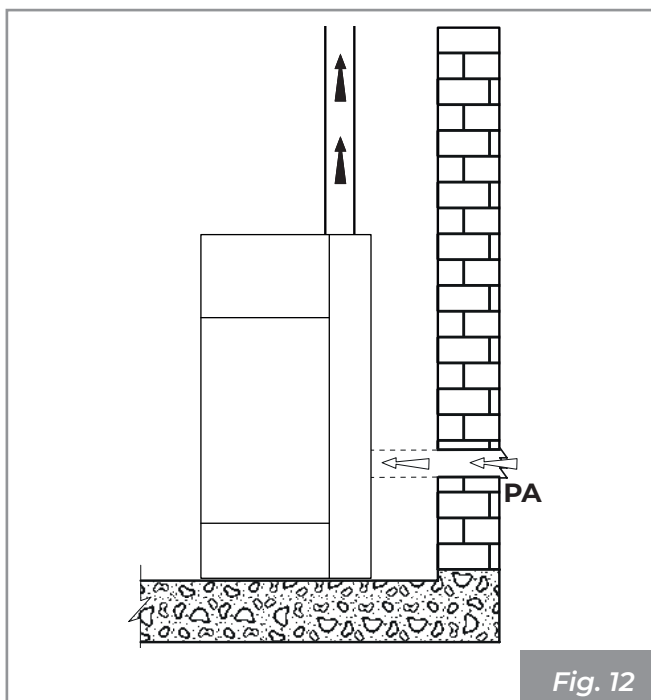

Fig. 12
- provenire dall'ambiente di installazione o da adeguati locali attigui (**Fig. 12**)
Realizzare la presa d'aria sulla parete (**Fig. 12 - PA** = Presa d'Aria), e lasciare che l'apparecchio sia libero di prelevare aria in ambiente avendo cura di collegare sul tubo di ingresso dell'aria il tratto di tubo corrugato, qualora venga fornito, fissandolo con la fascetta e piegandolo leggermente verso il basso al fine di prevenire eventuali effetti di risonanza.